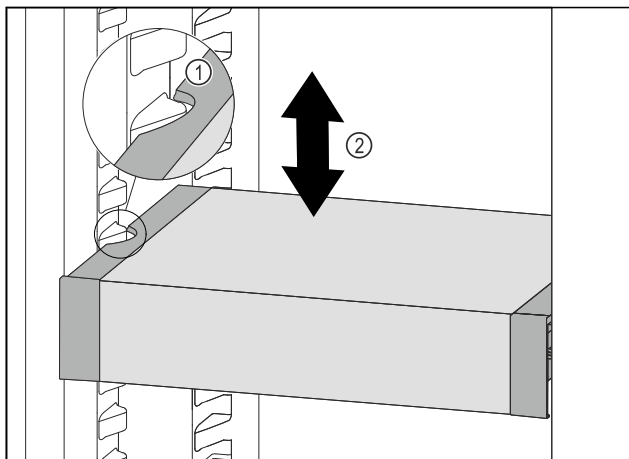

Fig. 105
- ▶ Trageți în față VarioSafe, până când degajările laterale ale VarioSafe se află la înălțimea nervurii recipientului din frigider. Fig. 105 (1)
- ▶ Mișcați în sus sau în jos VarioSafe în frigider, până când este atinsă înălțimea dorită. Fig. 105 (2)